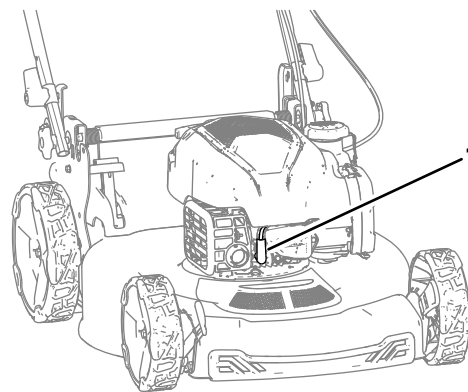

Figure 23
- Débranchez le fil de la bougie (Figure 23).